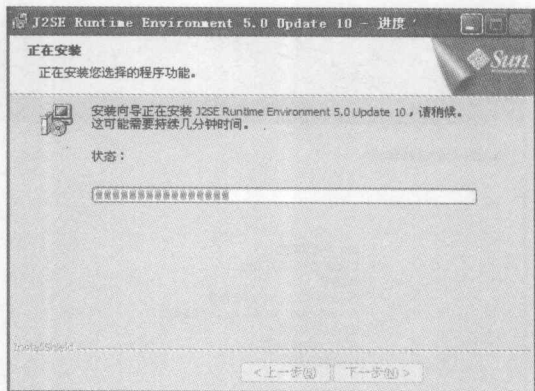

图 1-18 安装进度界面
STEP 16 在【J2SE Runtime 许可证】界面选择 **典型安装 - 将安装所有建议的功能**。选项,单击 **接受(A) >** 按钮,出现如图 1-18 所示的安装进度界面。